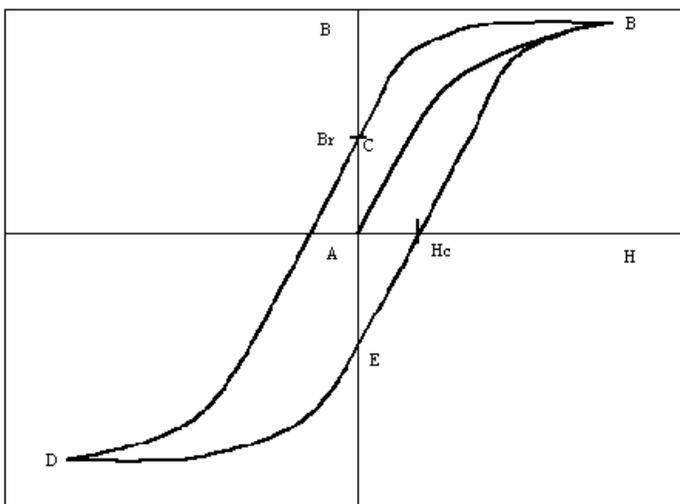

Figura 8.1: Curva de indução magnética (ab) e ciclo de histerese (bcdeb) para uma amostra ferromagnética.
onde n é o número de espiras por unidade de comprimento e I a corrente elétrica. A indução magnética **B** é dada pela equação (3) e pode ser medida, por exemplo, usando-se uma bobina secundária enrolada em torno do material ferromagnético dentro do solenóide. A figura 8.1 mostra o gráfico de B contra H. À medida que H aumenta, a partir de zero, B aumenta, também a partir de zero, seguindo, a princípio,
- c) Coloque o sinal $V_r(t)$ na entrada horizontal X (ou externa para o Osciloscópio de 1 canal) e $V_c(t)$ na vertical Y. Gire a chave seletora de ganho de tempo para posição XY e observe a forma da curva obtida. Ajuste a chave seletora de ganho vertical de modo a obter uma curva análoga aquela da figura 8.1. Esta é uma curva de histerese onde os eixos ordenados e coordenados estão em volts.